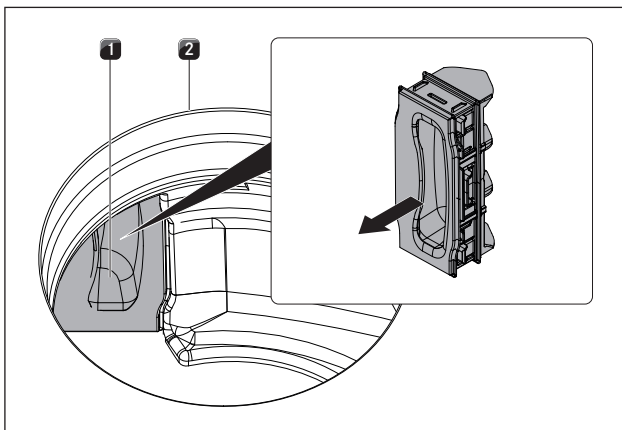

Abb. 8.5 Filterwechselklappe entfernen
- ▶ Ziehen Sie im Inneren der Einströmöffnung die Filterwechselklappe aus der Öffnung des Filtergehäuses (Filterwechselklappe entfernen s. Abb. 8.5).